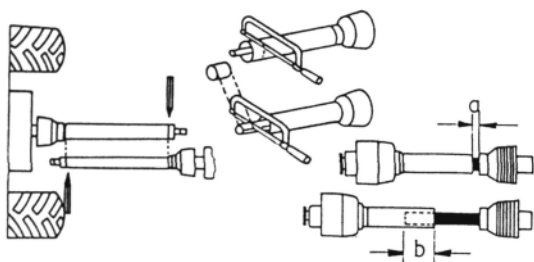

Bild 6
- » Ziehen Sie die Gelenkwelle auseinander und bauen Sie die beiden Wellenhälften einzeln auf den Schlepper und die Winde an. Machen Sie danach eine Kreuzvergleichung (Bild 6).